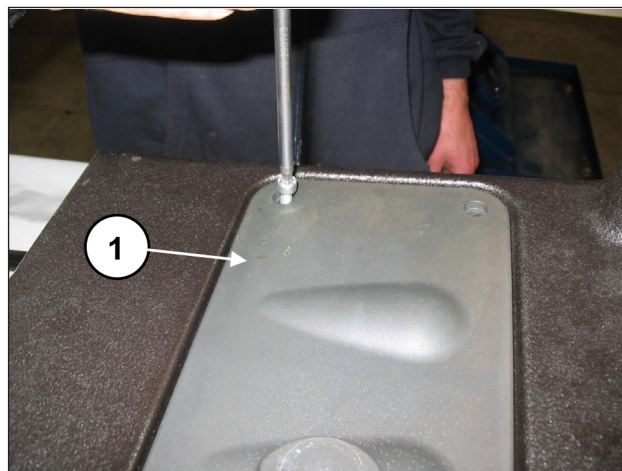
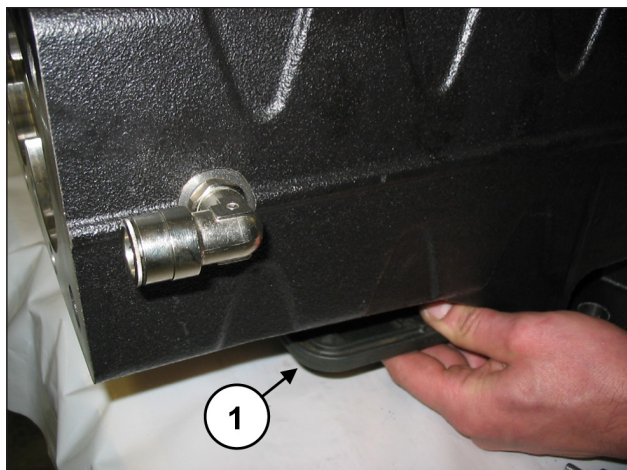

Fig. 120
Fig. 121
Desmontar la tapa de inspección superior (pos. ①, Fig. 120) y la tapa de inspección inferior (pos. ①, Fig. 121) aflojando los 4+4 tornillos de fijación. Extraer las juntas tóricas y sustituir las si es necesario.